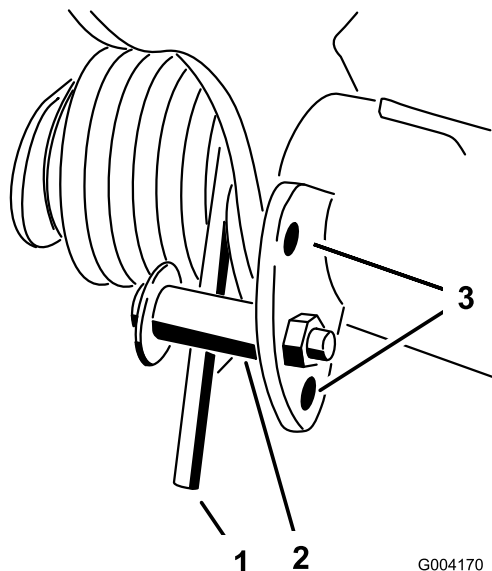

Figura 42
3. Mentre allentate la tensione della molla, togliete il bullone e il dado di bloccaggio che fissano l'attuatore della molla alla staffa (Figura 42).